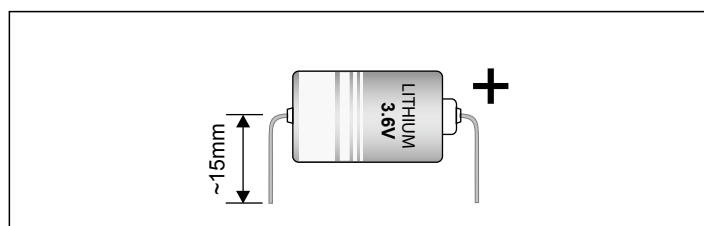

Fig. 5 Pile au lithium 3.6V.
5. insérez la nouvelle pile **en respectant les polarités comme indiqué en fig.5**;